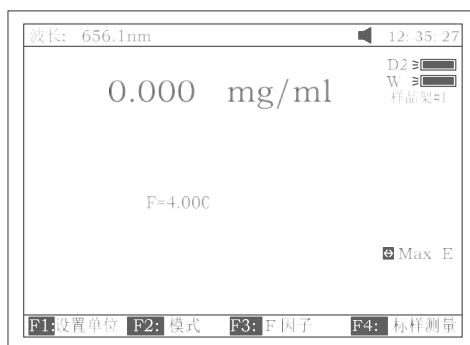

图 24
- b. 将已知浓度值的标准溶液拉入光路中, 按【F4】输入标液浓度值后按按【ENTER】确认, 图 24. 然后将待测溶液拉入光路读取浓度值 ;